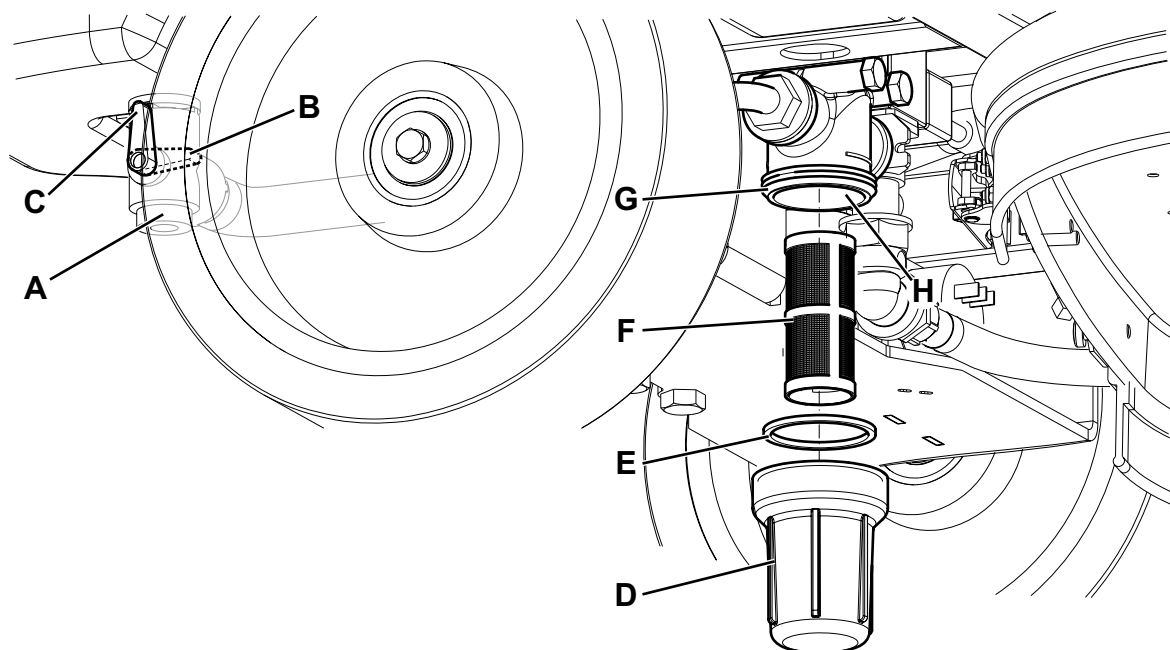

Figure 7
2. Tourner la clé de contact (58) sur « 0 ».
3. Fermer la vanne de la solution (A, Fig. 7) sous la machine, derrière la roue arrière droite. Le robinet (A) est fermé quand il se trouve dans la position (B) par rapport aux tuyaux ; il est ouvert quand il se trouve dans la position (C).
4. Enlever le petit glas transparent (D), récupérer le joint (E), puis enlever le filet filtrant (F) sous la machine, devant la roue arrière droite. Les nettoyer à l'eau et les reposer dans le support (G).